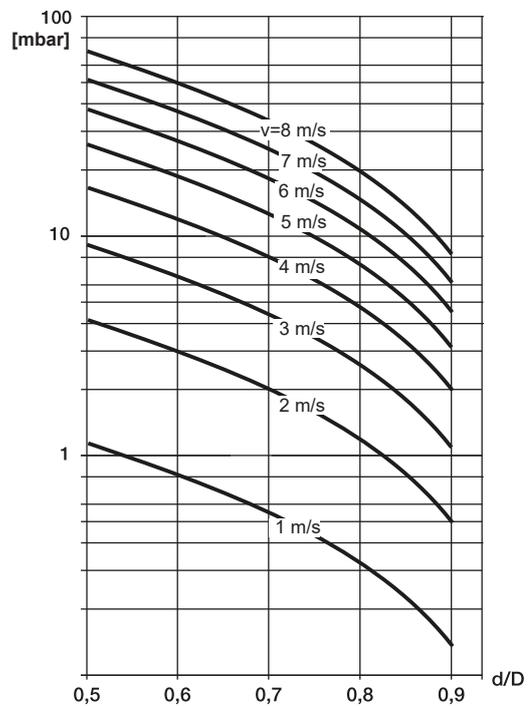

Figura 27 Nomogramma della portata di flusso per il calcolo della perdita di carico per l'elemento di raccordo flangiato con  $\alpha/2 = 8^\circ$
2. Determinare la velocità di flusso in base al nomogramma della portata di flusso (Figura 27).
3. Leggere la perdita di carico sull'asse Y nella Figura 27.